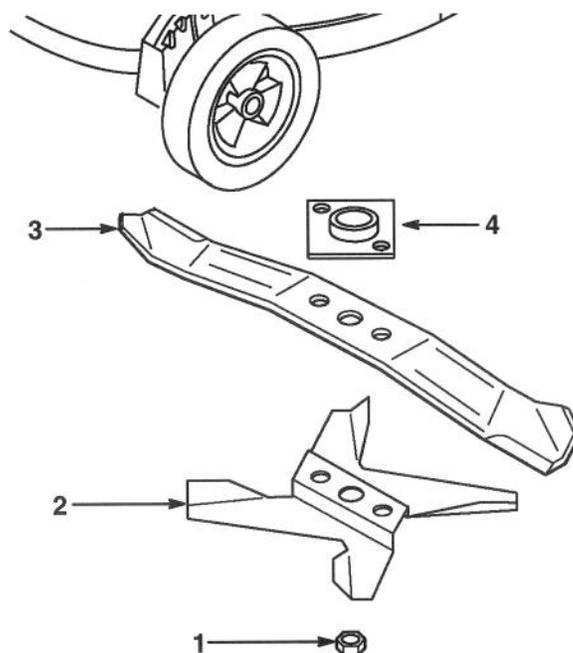

Figure 28
1. Retirer l'écrou de lame et l'hélice de paillage (Fig. 28).
2. Séparer la lame de sa plaque d'entraînement (Fig. 28).
1. Installer la plaque d'entraînement sur le vilebrequin (si elle a été retirée) (Fig. 28).